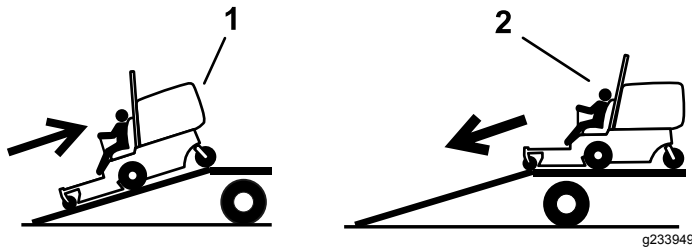

Bild 29
4. Fahren Sie mit der Maschine rückwärts auf die Rampe (Bild 29).
2. Fahren Sie die Maschine vorwärts von der Rampe herunter (Bild 29).